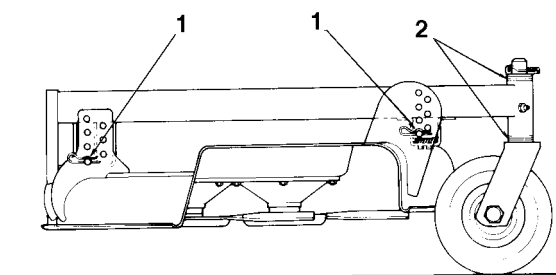

Fig. 17
- A. På klippeenheder, der normalt anvendes med en klippehøjde på 25 til 50 mm, skal den lave side af klippeenheden løftes. Fjern splitten, der fastholder hjulet på den lave ende (fig. 17), og fjern styrehjulet.
- C. Hvis klippeenheden bruges med en klippehøjde på 5–10 cm, skal den høje side af klippeenheden sænkes. Fjern styrehjulets split i den høje ende af enheden og tag styrehjulet af (fig. 17).